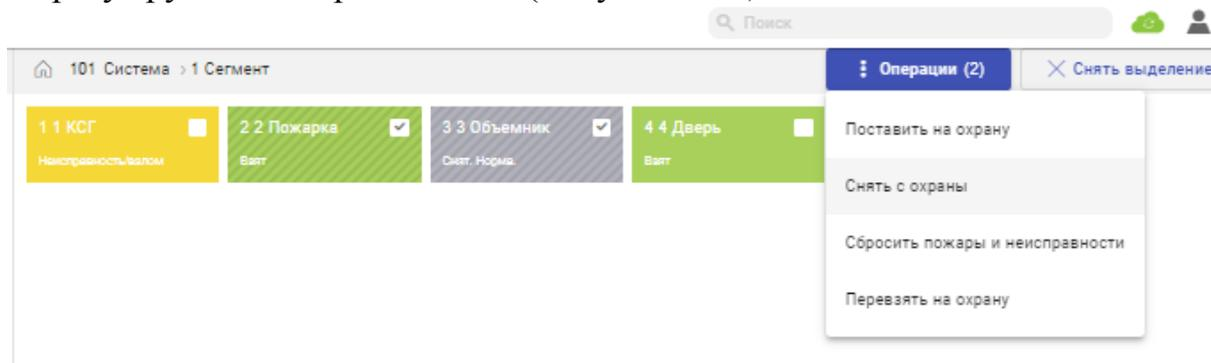

Рисунок 7.12
7.4.5 Кроме того, возможно управление несколькими зонами, для этого необходимо с помощью мыши и клавиш Shift или Ctrl выбрать несколько плиток, после чего в правом верхнем углу появится меню "Операции" для управления сразу группой выбранных зон (Рисунок 7.12).